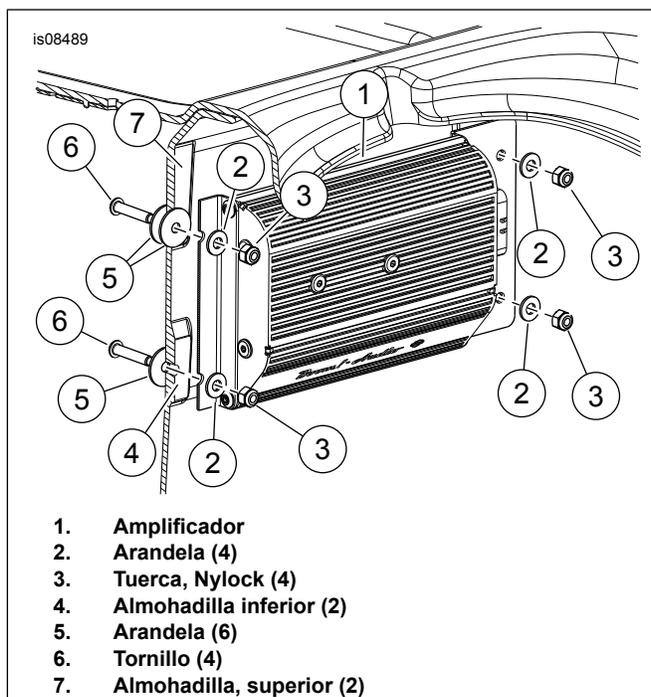

Figura 2. Instalación del amplificador
6. Vea Figura 2 . Coloque el amplificador y las piezas de soporte (1) sobre las cuatro almohadillas elevadas (4 y 7). Coloque el conector hacia el lado izquierdo del vehículo, como se muestra. Centre los agujeros inferiores sobre las almohadillas inferiores (4).
- 11. Vea Figura 2 . Coloque una arandela (5) en los tornillos (6). Instálelos a través de los agujeros desde el interior del portaequipajes. Desde el exterior del portaequipajes, coloque una arandela adicional (5) sobre los tornillos superiores solamente para que actúe como espaciador. Coloque el amplificador y las piezas de soporte (1) sobre las cuatro almohadillas elevadas (4 y 7). Coloque el conector hacia el lado izquierdo del vehículo. Instale las arandelas (2) sobre las piezas de soporte y los tornillos. Sujete con la tuerca (3). Ajuste.